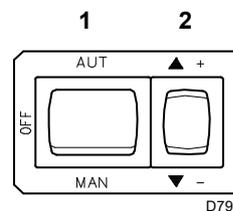

Fig. 22
- Poner en marcha el quemador cerrando los telemandos, con el interruptor 1)(Fig. 22) en la posición "MAN". En cuanto se arranca el quemador, controlar el sentido de giro de la turbina del ventilador desde el visor llama 19).
- Detener el quemador: interruptor 1)(Fig. 22) en posición "OFF" y enroscar el tornillo 3).